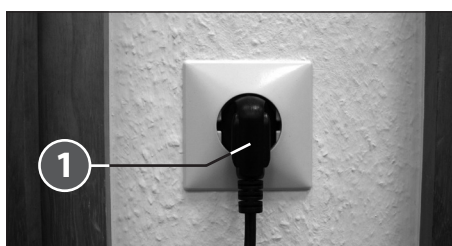

Fig. 2
- Ligue a ficha da máquina (1) (Fig. 2) à rede eléctrica (para indicações sobre o fusível de entrada necessário da tomada de rede, veja "DADOS TÉCNICOS").
**1 = Ficha de ligação à rede (Fig. 2)**